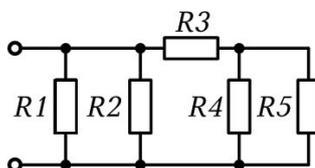

Рис. 1.2.8
**Дано:** схема (рис.1.2.8);  $R_1= 10$  Ом;  $R_2= 5$  Ом;  $R_3= 1$  Ом;  $R_4= 2$  Ом,